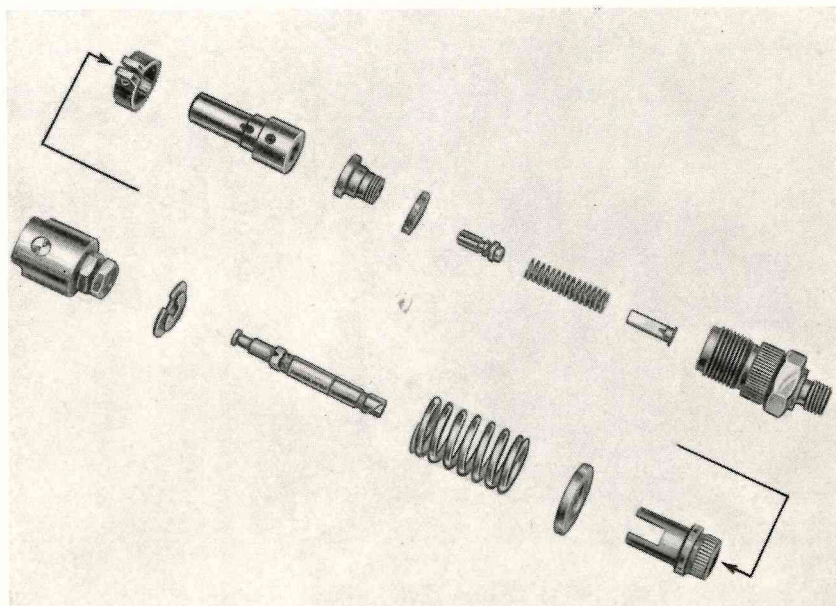

Fig. 77.
- nel montare gli stantuffi nei rispettivi cilindretti, osservare che la tacca di riferimento incisa sull'aletta inferiore sia rivolta verso l'operatore (fig. 77);